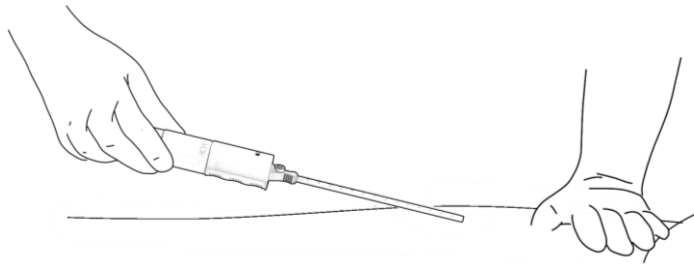

Figura 17. Rimozione del dispositivo a impianto rilasciato
- c. Retrarre delicatamente il sistema di posizionamento dal tratto tessutale. Figura 17.